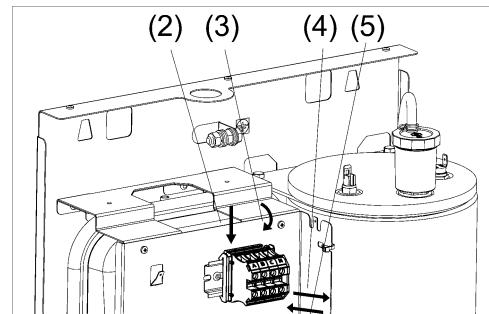

Рисунок 18. Замена клеммных колодок
- (1) Отсоедините все провода от колодки, которую требуется заменить (см. рис. 18);
- (2) Нажмите плоской отвёрткой на “язычок” колодки;
- (3) Чуть поверните колодку в сторону;
- (4) Снимите колодку с DIN-рейки;
- (5) Поставьте новую колодку на DIN-рейку взамен прежней;
- (6) Подсоедините к новой колодке отсоединеные провода.